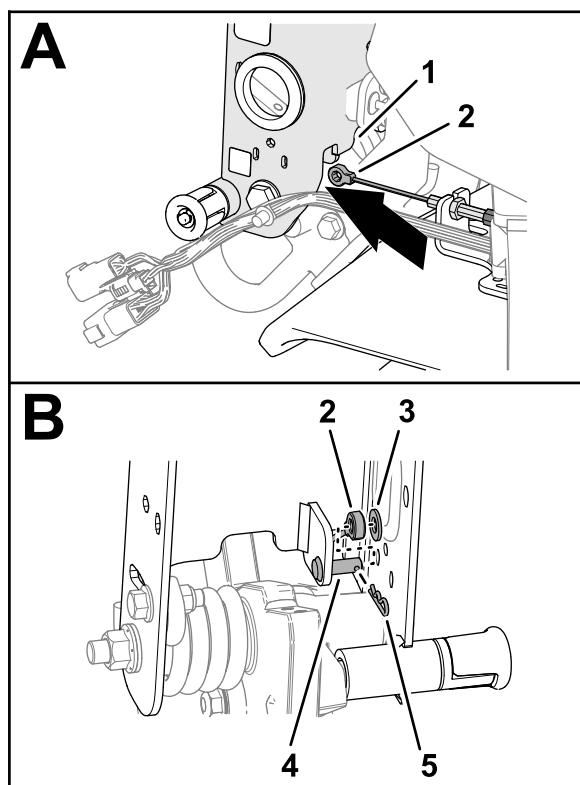

Figura 7
1. Instradate l'attacco del cavo del freno sotto alla parte inferiore del canale della maniglia (**Figura 7**).